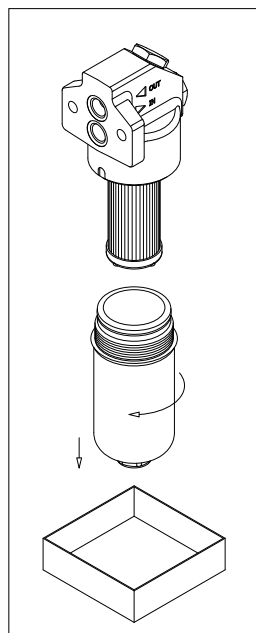

fig. 4
- (Fig. 4) In assenza di tappo di drenaggio, svitare il contenitore predisponendo un recipiente per la raccolta del fluido di lavoro